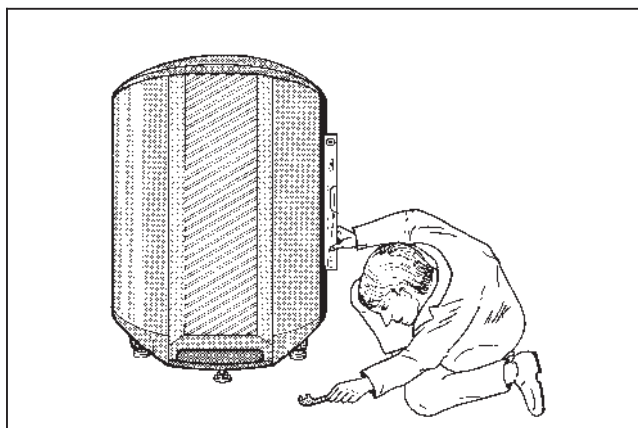

Рис. 6
- Произвести выверку бойлера по вертикали, при помощи установочных болтов (рис. 6).